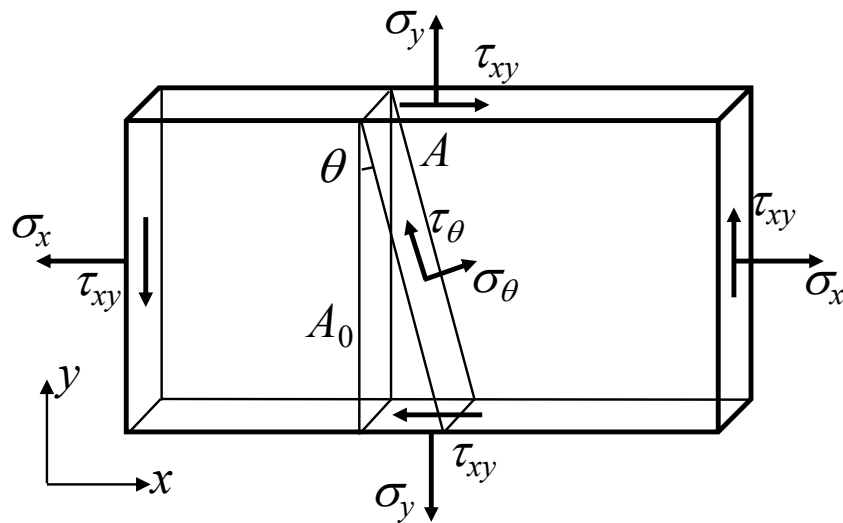

図2
2. 図2に示すように、平面応力状態にある一様な薄板材に働く応力について考える。ここで、 $x$ 、 $y$ 方向に垂直な断面に生じる垂直応力をそれぞれ $\sigma_x$ 、 $\sigma_y$ 、これらの断面上で生じるせん断応力を $\tau_{xy}$ とする。以下の問いに答えよ。